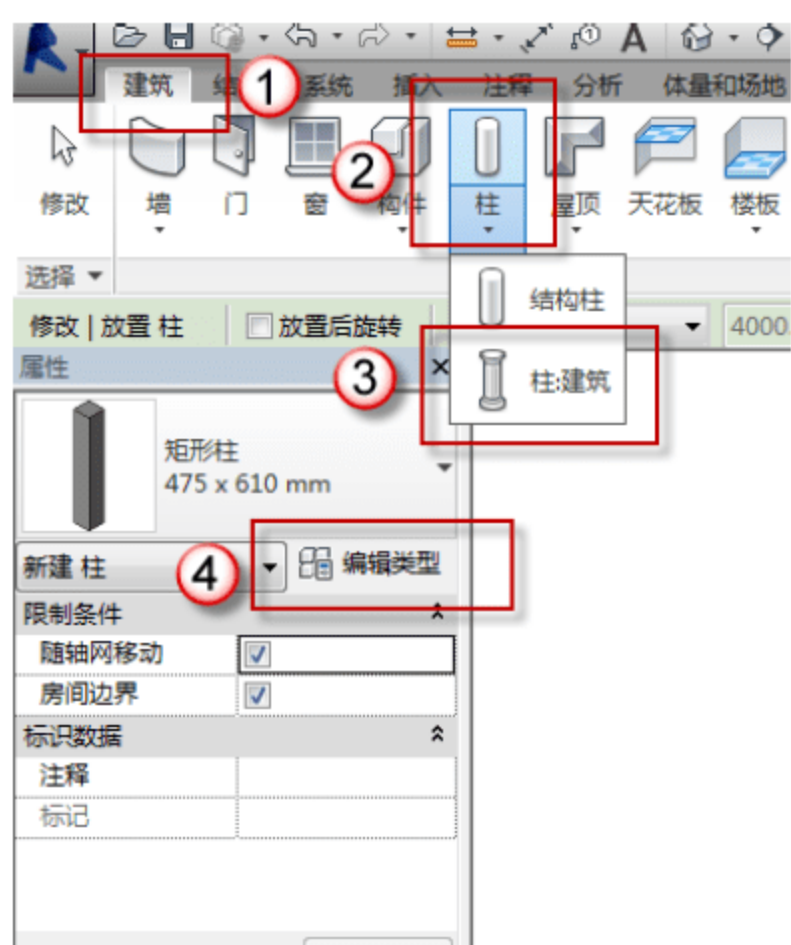

图 9.1.4 编辑类型
(4) 编辑类型。选择“建筑”→“柱”→“柱：建筑”命令，在“属性”面板中单击“编辑类型”按钮，如图 9.1.4 所示。